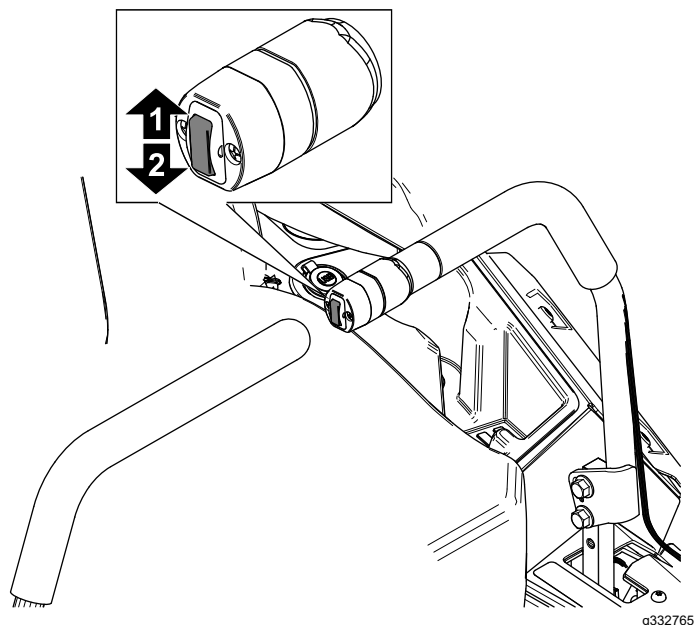

Figura 32
1. Presione hacia arriba el interruptor de elevación de la carcasa (Figura 32).